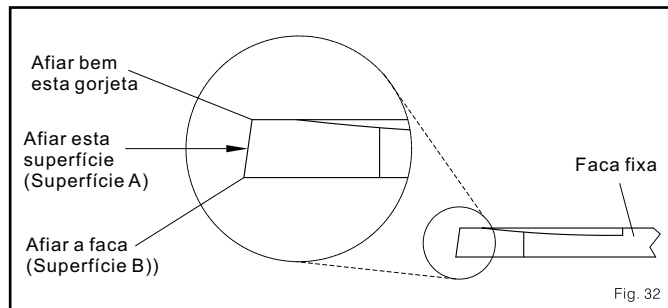

Fig. 32
- ele mas importante é que a faca fixa deveria entrar em contato com parte o rebordeadora de faca móvel (Fig. 32)